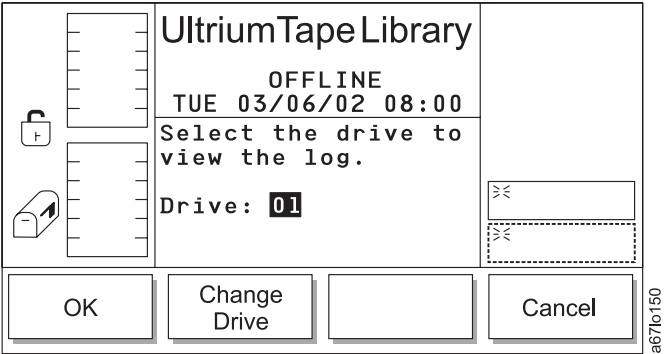
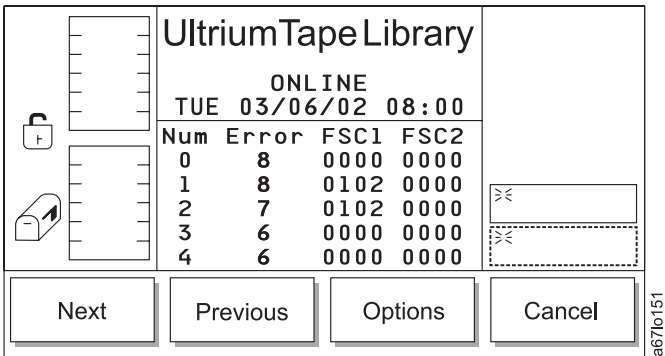

Abbildung 101. Dialog für Laufwerkauswahl
Abbildung 102. Laufwerkprotokolldialog
- Wird **Drive Log** ausgewählt, erscheint der Laufwerkprotokolldialog (siehe Abb. 102 auf Seite 123). (Enthält das Kassettenarchiv mehrere Laufwerke, erscheint der Dialog für Laufwerkauswahl. Siehe Abb. 101 auf Seite 122.)
Wird **Drive Log** ausgewählt, erscheint der Dialog für Laufwerkauswahl (siehe Abb. 101). Benutzen Sie diese Option zum Auswählen des Laufwerks mit dem zu überprüfenden Protokoll.
Tabelle 50. Übersetzung von Abb. 101, Dialog für Laufwerkauswahl
- Wird **OK** ausgewählt, erscheint der Laufwerkprotokolldialog (siehe Abb. 102 auf Seite 123).
- Wird **Change Drive** ausgewählt, wird das nächste Laufwerk im Kassettenarchiv ausgewählt. Wollen Sie den Laufwerkprotokolldialog aufrufen, wählen Sie **OK** aus. Der Laufwerkprotokolldialog erscheint (siehe Abb. 102 auf Seite 123).
Tabelle 51. Übersetzung von Abb. 102, Laufwerkprotokolldialog